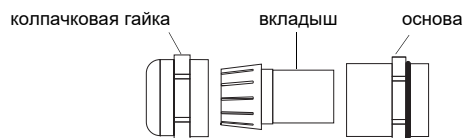

Рис. 6.7: Кабельный ввод
- Протяните кабель питания через колпачковую гайку, вкладыш и основу ввода (смотри Рис. 6.7).
- Зафиксируйте кабельный ввод, прикрутив колпачковую гайку к основе ввода (смотри Рис. 6.7).
- Протяните выходной кабель через колпачковую гайку, вкладыш и основу ввода (смотри Рис. 6.7).